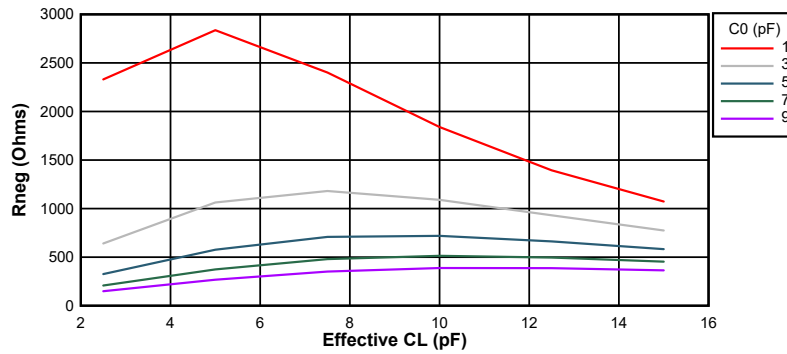
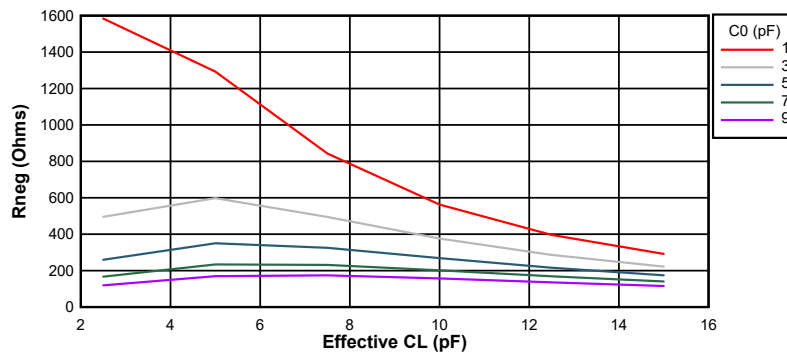

図 6-27. 10MHz 時の負性抵抗変動
図 6-28. 20MHz 時の負性抵抗変動
**図 6-27** および **図 6-28** に、このデバイスの負性抵抗と水晶振動子との関係の変動を示します。グラフからわかるように、水晶振動子の並列容量 (C0) と実効負荷容量 (CL) は電気発振回路の負性抵抗に大きな影響を及ぼします。これらは代表的なグラフであるため、設計上考慮すべき最小値および最大値については、**表 6-5** を参照してください。